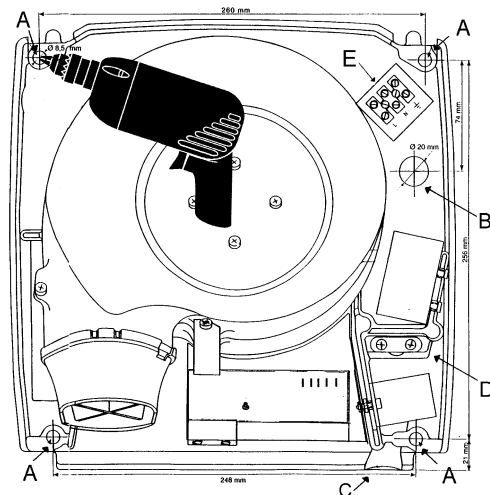

Fig. 1
- 1 Fixer le gabarit pour le perçage (Fig.1) au mur avec du ruban adhésif en vous assurant qu'il est à niveau.
- 1 Fixer le gabarit pour le perçage (Fig. 1) au mur avec du ruban adhésif en vous assurant qu'il est à niveau.